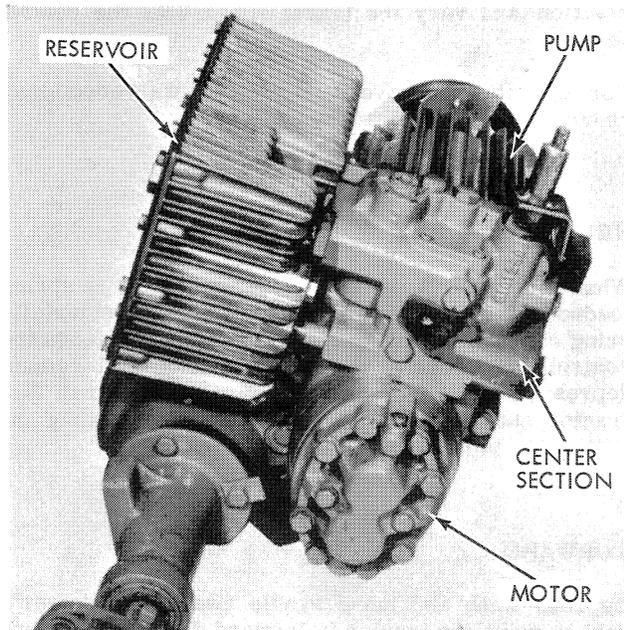

Figure 9
**PUMP** (See Fig. 9).
**MOTOR** (See Fig. 9).
**CENTER SECTION** (See Fig. 9).